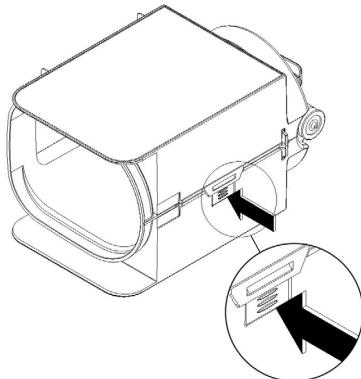

Bild 9
- 1** Die beiden Teile öffnen, indem sie ausgeklinkt werden. (Bild 9)